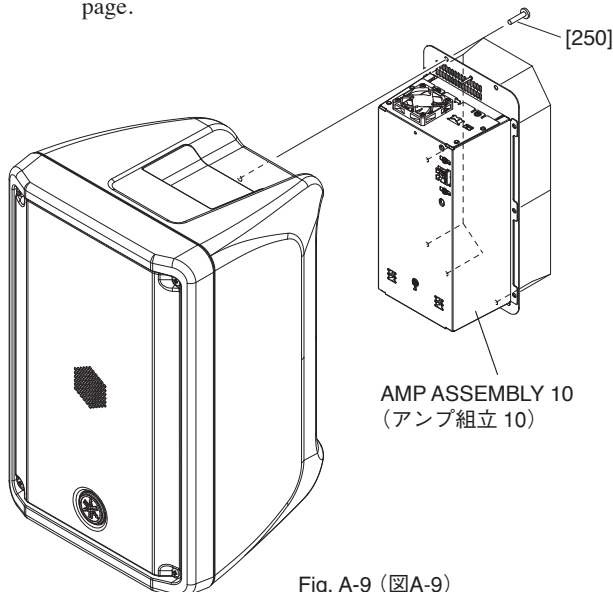
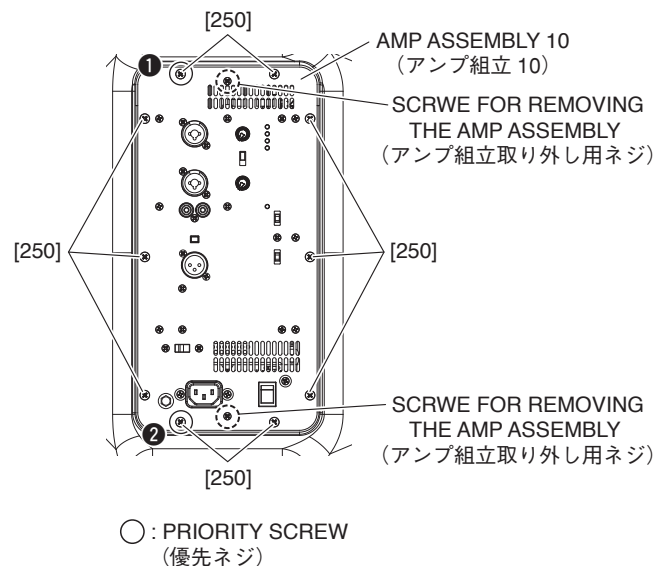

Fig. A-9 (図A-9)
Fig. A-10 (図A-10)
- A-5-1 Remove the ten (10) screws marked [250]. (Fig. A-9, Fig. A-10)
- \* **When installing the amp assembly 10, first tighten the two (2) priority screws in order as shown in Fig. A-10.**
- A-5-2 Loosen the two (2) screws for removing the amp assembly . (Fig. A-10)
- \* **Loosen only ! Never remove these screws. Tighten these screws when installing the amp assembly 10. (Fig. A-10)**
- A-5-3 Hold the two (2) screws for removing the amp assembly and then remove the amp assembly 10 carefully. (Fig. A-10)
- A-5-1 [250] のネジ 10 本を外します。(図 A-9、図 A-10)
- \* アンプ組立 10 を取り付けるときは、優先ネジ 2 本を図に示す順番で先に締めてください。(図 A-10)
- A-5-2 アンプ組立取り外し用ネジ 2 本を緩めます。(図 A-10)
- \* これらのネジは緩めるだけで、外さないように注意してください。アンプ組立 10 取り付け時には、これらのネジを締めてください。(図 A-10)
- A-5-3 アンプ組立取り外し用ネジ 2 箇所を持って、慎重にアンプ組立 10 を外します。(図 A-10)